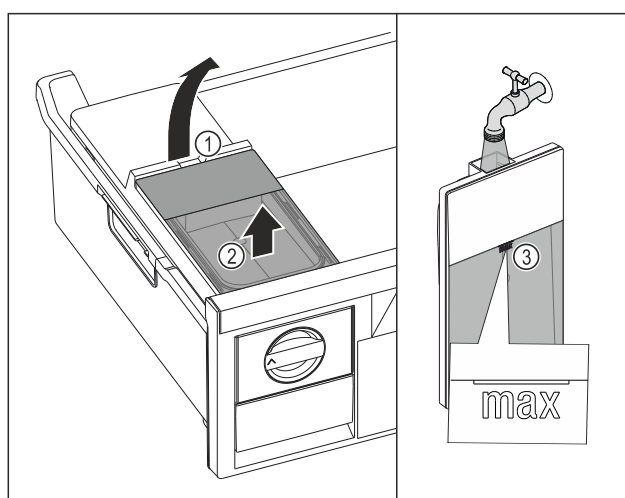

Fig. 109
- ▶ Tõstke veepaak väljalõikest Fig. 109 (1) üles.
- ▶ Võtke veepaak ülespoole välja. Fig. 109 (2)
- ▶ Täitke veepaak märgistuseni Fig. 109 (3) joogiveega.